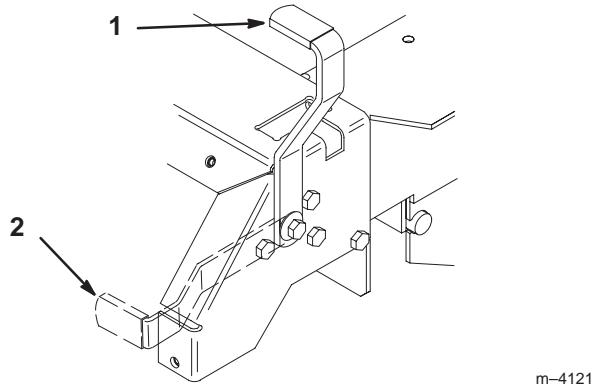

Bild 13
- Drücken Sie den Feststellbremsshebel nach vorne und unten, um die Feststellbremse zu lösen (Bild 13). Die Feststellbremse ist dann "DEAKTIVIERT".
- Ziehen Sie den Feststellbremsshebel zurück und nach oben, um die Feststellbremse zu aktivieren (Bild 13). Der Feststellbremsshebel muss fest in der "AKTIVIERT"-Stellung bleiben.